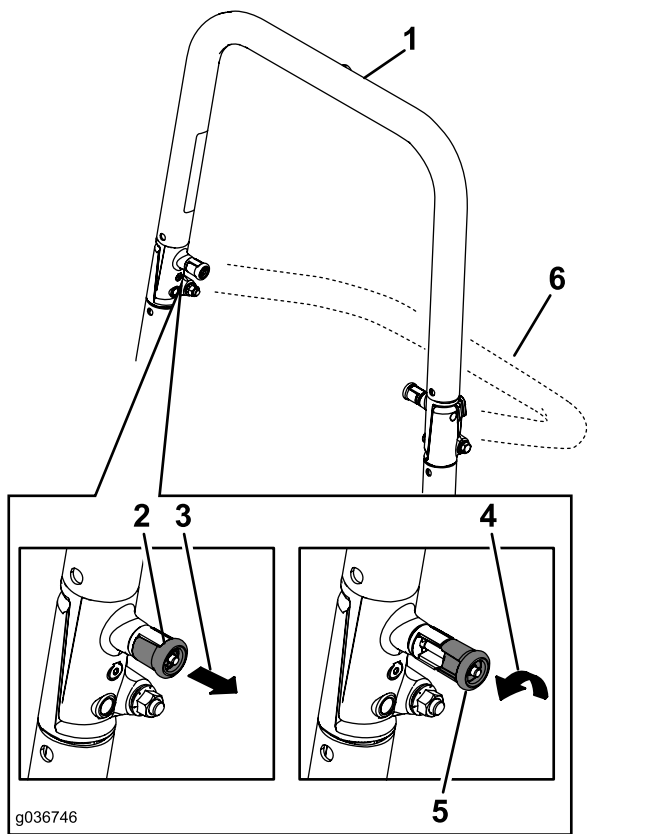
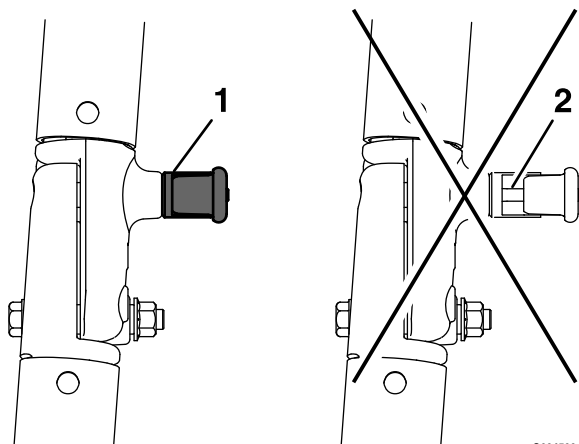

Figura 54
Figura 55
**Nota:** Puede ser necesario empujar hacia adelante o tirar hacia atrás de la parte superior de la barra anti-vuelco para que se bloquean completamente ambos pomos (Figura 54 y Figura 55).